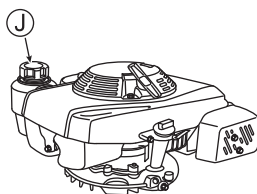

Fig. 9
- 1 Ouvrez le bouchon du réservoir à carburant (J) et ajoutez le carburant. Essayez immédiatement avec un chiffon si de l'essence a coulé. (Voir Fig. 9)
- 2 Refermez bien le bouchon du réservoir à carburant (J) après ravitaillement.